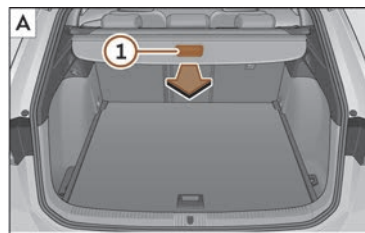

Fig. 175 Dans le coffre à bagages : dérouler et enrouler la plage arrière.
- Tirez uniformément sur la plage arrière par la poignée >>> **fig. 175** (1) vers l'arrière puis retirez-la jusqu'en butée jusqu'à ce qu'elle s'encastre de manière audible.
- Appuyez sur la poignée de la plage arrière dans le sens de la flèche jusqu'à la débloquent >>> **fig. 175** (B).